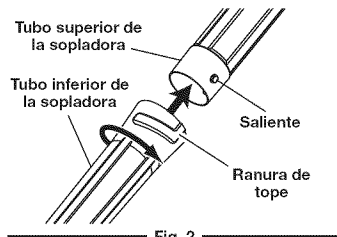

Fig. 2
1. Alinee la ranura de tope que está en el extremo de arriba del tubo inferior de la sopladora con el saliente al final del tubo superior de la sopladora (Fig. 2).
2. Ponga el tubo inferior sobre el tubo superior de la sopladora (Fig. 2).
3. Gire el tubo inferior de la sopladora en el sentido de las agujas del reloj hasta que apriete (Fig. 2).